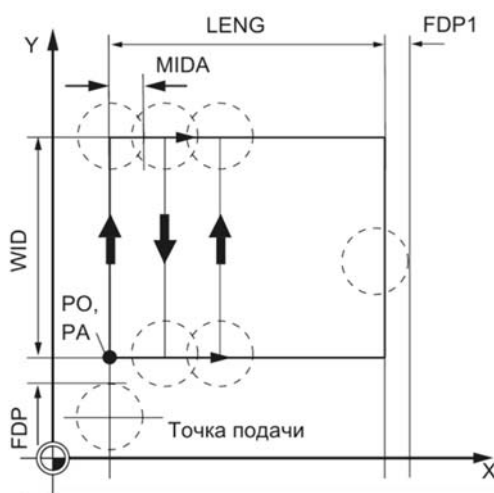

Рисунок 5.1 – Параметры цикла CYCLE71
**Торцевое фрезерование – CYCLE71** (рисунок 5.1).